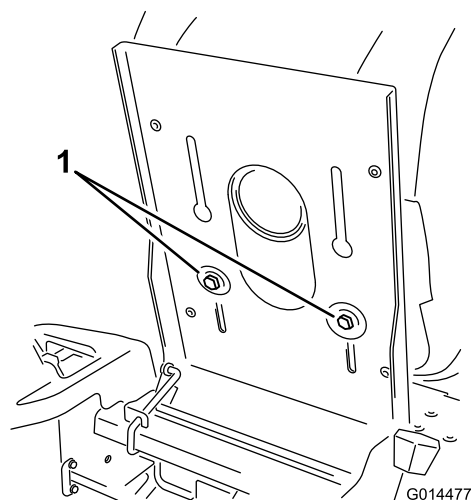

Bild 22
1. Klappen Sie den Sitz hoch und lösen Sie die Einstellschrauben etwas, um den Sitz zu bewegen (Bild 22).